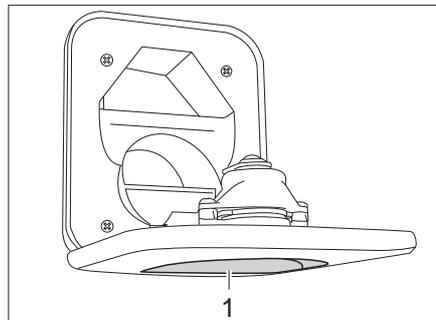

Bild 266 Frischwasser-Einfüllstutzen für Toilette
- Frischwasser-Einfüllstutzen für Toilette (Bild 266,1) oberhalb der Klappe für die Thetford-Kassette öffnen und nach unten schwenken.